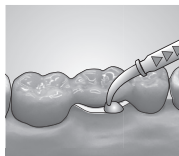

Fig. 5
**Técnica de dupla mistura:** aplicar **Detaseal® antilock** antes de tomar a impressão nas áreas retentivas (Fig. 5) e deixar formar presa. Antes da próxima etapa, verifique se há pontos interferentes. Limpe, seque e, em seguida, execute a impressão de dupla mistura como de costume.
**Técnica de correção:** neste caso, pode usar-se **Detaseal® antilock** na impressão preliminar. Para tal, aplique o material nas áreas retentivas (Fig. 5) e deixe formar presa. Antes de efetuar a impressão de correção, verifique se é possível encaixar a impressão sem interferências. Se necessário, elimine estes pontos. Limpe, seque e, em seguida, faça a impressão preliminar com massa. Evite as sobreposições de material na impressão de correção seguinte.